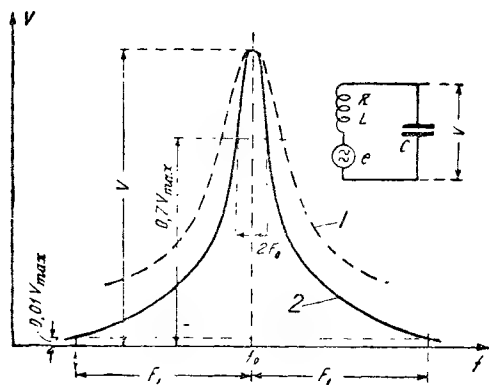

Рис. 1. Кривая резонанса контура. На рис. напряжение при частоте  $f_0$  ошибочно помечено знаком  $V$ . Следует:  $V_{\max}$ .
Избирательность характеризует свойство приемника выделять из всех воздействующих на него электродвижущих сил лишь электродвижущие силы определенных частот. Так например, если в простом настроенном контуре действует эдс  $f_0$ , то зависимость напряжения на конденсаторе от частоты изображается кривой рис. 1, называемой кривой резонанса.
Ясно, что кривая 2 на рис. 1 с точки зрения избирательности более благоприятна, чем кривая
1. Посмотрим, какую расстройку (т. е. разность частот) должна иметь помеха, чтобы практически уже не мешать приему. При этом для простоты предположим, что принимаемая станция и помеха создают одинаковую эдс в контуре. Будем считать, что помеха перестает мешать приему, если вызванные ею колебания в 100 раз слабее колебаний принимаемой станции. Эта величина субъективная, зависящая от характера принимаемой программы, слуха слушателя и т. д. Все же можно считать, что в среднем именно такое ослабление обеспечивает достаточно малые помехи. Зависимость напряжения на конденсаторе от частоты, имеющая вид резонансной кривой, показанной на рис. 1, может быть выражена формулой: